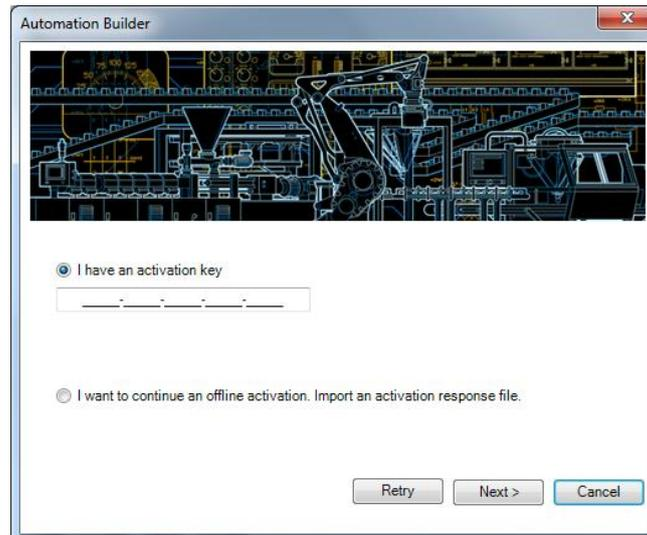

图 41. 提示需要安装授权
4. 输入授权，激活授权。按照 2.3 或 3.3 方式激活。如图 41 所示。